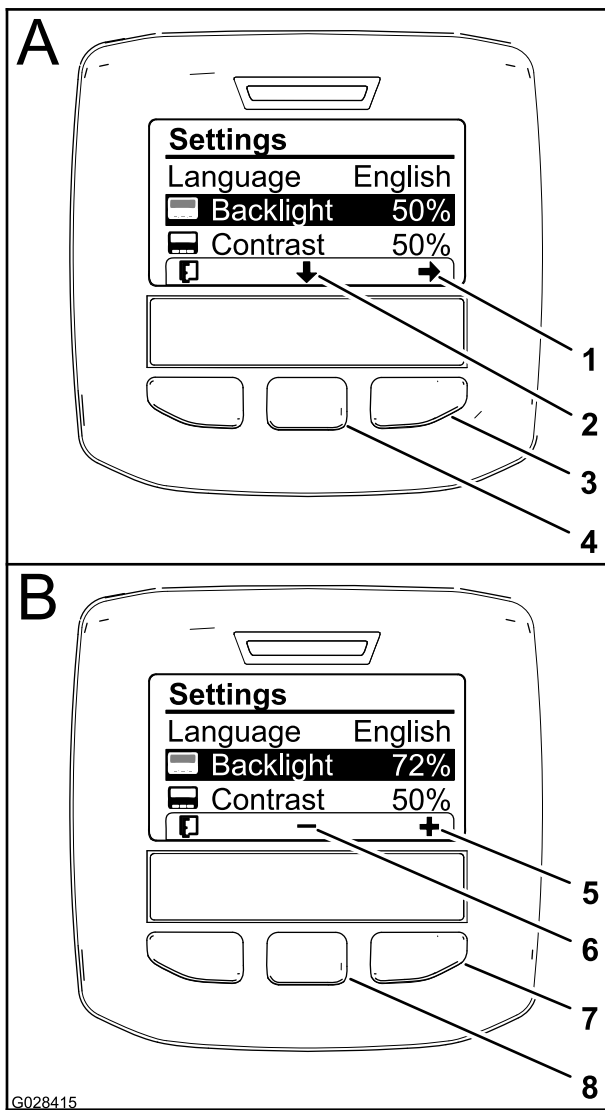

Figura 10
1. Per regolare il livello di retroilluminazione e di contrasto del display, premete il pulsante di selezione centrale (il pulsante sotto l'icona a forma di freccia rivolta in giù sul display) per spostare l'opzione selezionata verso il basso, sull'impostazione Retroilluminazione o Contrasto (Figura 10).
2. Premete il pulsante di selezione destro per visualizzare il contesto della regolazione del valore (Figura 10).
3. Usate il pulsante di selezione centrale e il pulsante di selezione destro per modificare il livello di luminosità o di contrasto del display (Figura 10).
4. Premete il pulsante di selezione sinistro per salvare la scelta (Figura 10).